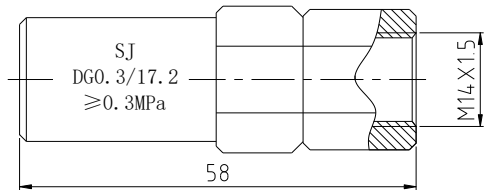

图 17 低泄高封阀
13.1 结构组成（图 17）：低泄高封阀主要由阀体、阀芯、阀帽、弹簧、O 形圈等组成。